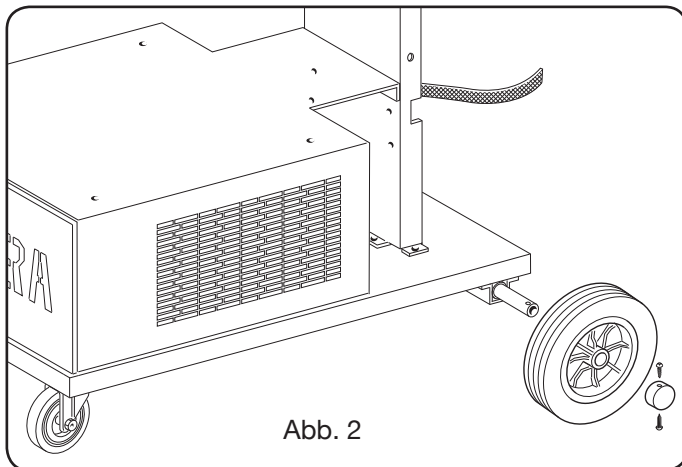

Abb. 2
- Bei allen Stromquellen muss man die Achse einsetzen und dann die hinteren Räder montieren (Abb. 2).